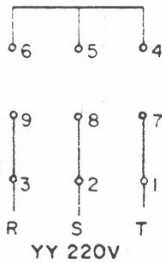

Fig. 138
São construídos para ligação em estrela (Y) e duplo estrela (YY) ou em triângulo (Δ) e duplo triângulo ($\Delta\Delta$) figs. 138 e 139.